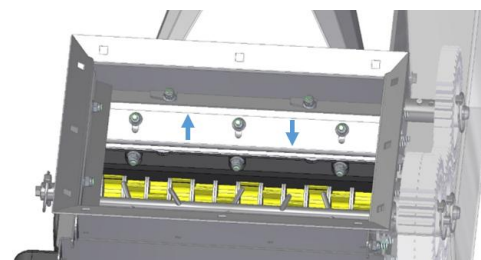

Figura 37
- A placa de apoio é empurrada para cima ou para baixo conforme necessário e as porcas são novamente apertadas (veja Figura 37).